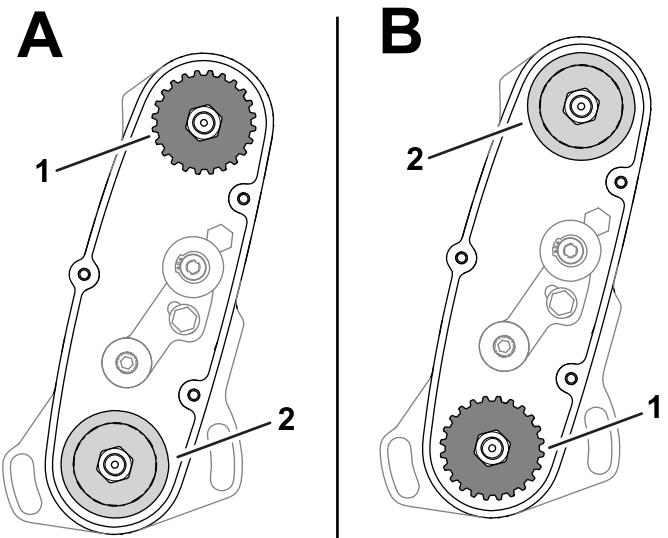

图 14
- **高位置“A”** 参见 图 14
- **低位置“B”** 参见 图 14